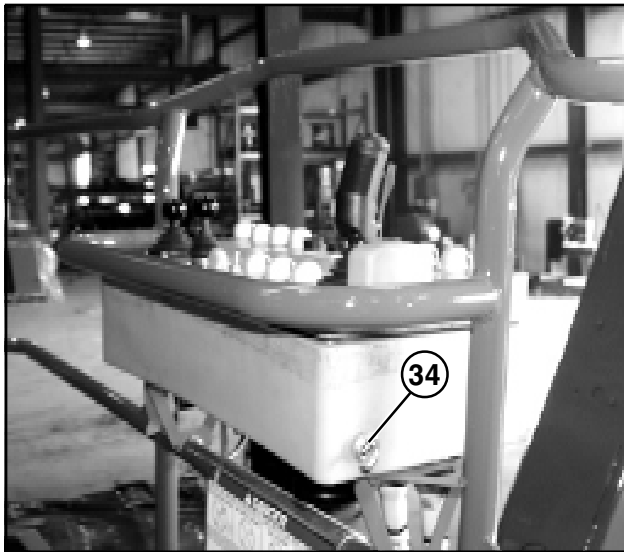

Abbildung 1: Bedienorgane der Arbeitsbühne
**Anm.: Bezüglich Lage der Fahrwerks- und Arbeitsbühnen-Bedienelemente siehe Abbildung 1 bis 5.**
3. Sicherungsbolzen zurückziehen. Siehe Abbildung 1.
Bezüglich Lage der Bedienorgane siehe Abbildung 1 bis 5.